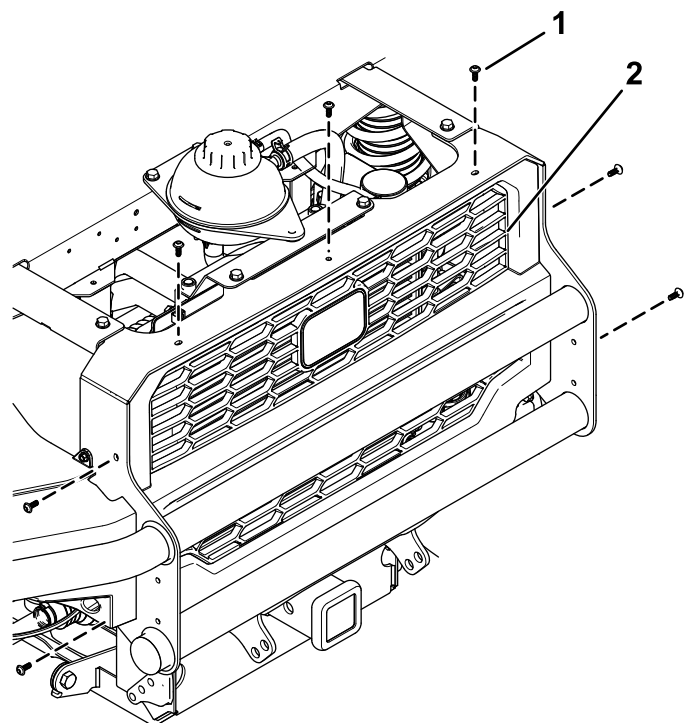

Figure 107
5. Retirez les 7 vis qui fixent la grille et déposez la grille (Figure 107).
7. Reposez la grille et fixez-la avec les 7 vis retirées précédemment (Figure 107).